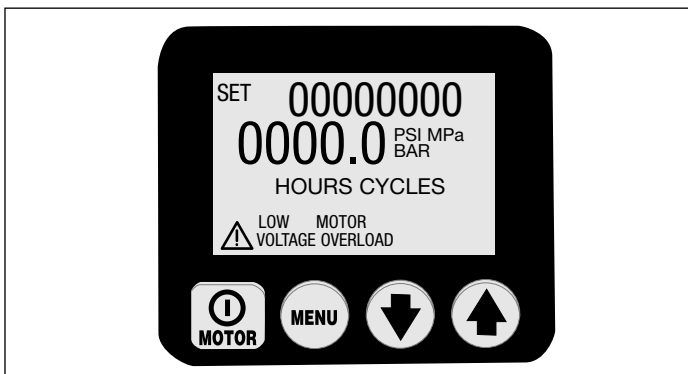

Figure 6
5.1 Commandes électriques du carénage de la pompe et du panneau ACL (voir la figure 6)